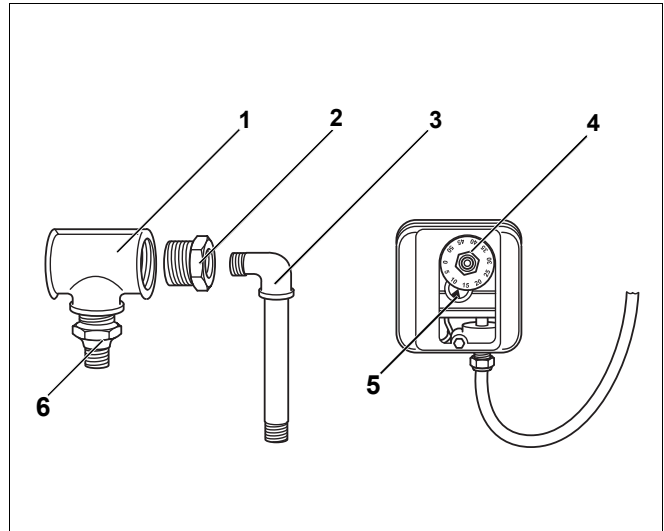

Рис. 1 Объем поставки
- Прибор контроля давления с соединительным проводом (Рис. 1, поз. 4)
- Переходник для газопровода 1/2" (Рис. 1, поз. 2)
- Тройник (Рис. 1, поз. 1)
- Штуцер (Рис. 1, поз. 6)
- Звено трубопровода с уголком (Рис. 1, поз. 3)
Экспликация к рис. 1
- Проверить установку регулятора на контрольную метку (Рис. 1, **поз. 5**, на стр. 2).